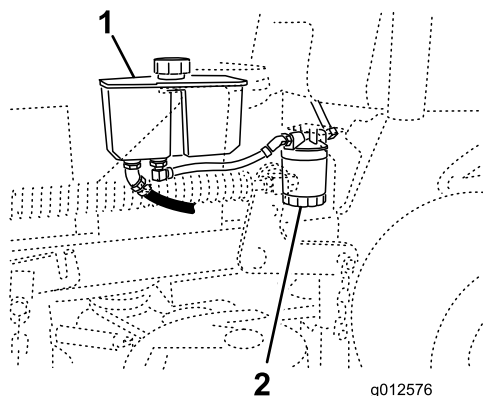

Bild 76
3. Stellen Sie eine Auffangwanne unter den Filter (Bild 76).